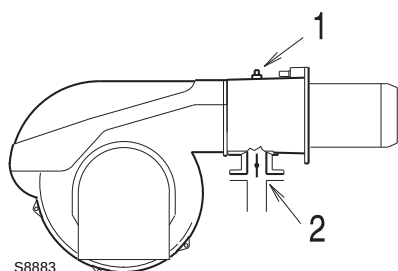

图 39
在测试点 1)(图 39)处测得的燃气压力，同时：
燃气蝶阀 2)(图 39)达到最大开度 (90°)时的负载损失。
- 从测试点 1)(图 39)处测得的燃气压力中减去燃烧室压力。
- 测试点 1)(图 39)处的燃气压力 = 8 mbar
要获得测试点 1)(图 39)处所需的燃气压力，请设定燃烧器运行所需的最大输出功率：
- 在右侧的第 1 列读取套筒压力 1)(图 39)。
测试点 1)(图 39)处所需的压力。